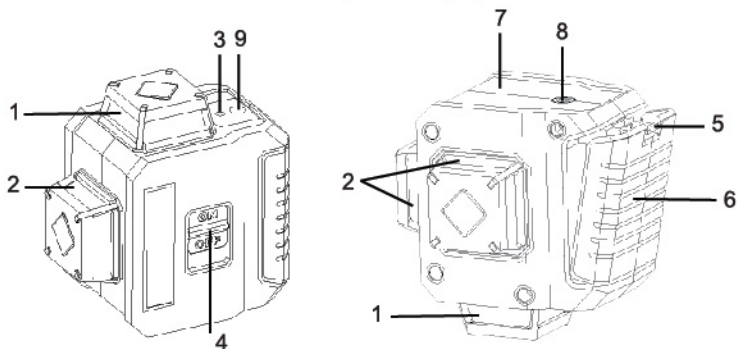

Рис.2 Конструкция Нивелира НЛ-360-3
### Конструкция лазерного нивелира НЛ-360-3 (Рис. 2):
2. Последовательным нажатием кнопки 9 (рис. 2) можно отдельно проецировать каждую из 3-х плоскостей (Рис Е, Ж, З)